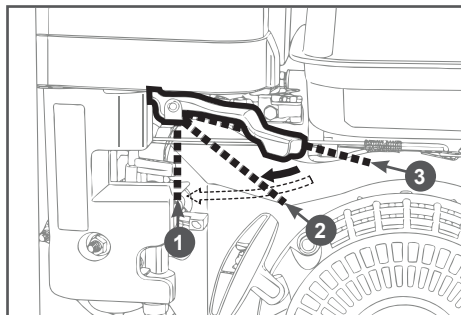

Рис. 18. Положения рычага газа
4. Переведите рычаг газа на $\frac{1}{3}$ - $\frac{1}{2}$ хода от положения холостых в сторону положения максимальных оборотов двигателя (Рис. 18).